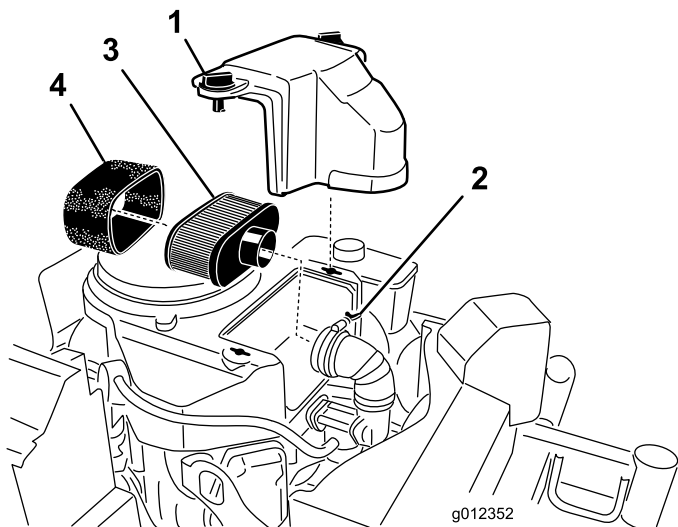

Figura 24
3. Pulite intorno al filtro dell'aria per evitare che la morchia possa penetrare nel motore provocando gravi danni (Figura 24).
4. Svitare le manopole del coperchio e toglie il coperchio del filtro dell'aria (Figura 24).
5. Allentate la fascetta stringitubo e toglie il gruppo del filtro dell'aria (Figura 24).
6. Togliere con cautela l'elemento in schiuma sintetica dall'elemento di carta (Figura 24).
1. Non pulite il filtro di carta. Sostituitelo (Figura 24).
1. Infilate con cautela l'elemento in schiuma sintetica sopra l'elemento di carta del filtro dell'aria (Figura 24).
2. Montate il filtro dell'aria completo sulla relativa base, e fissatelo con i 2 dadi ad alette (Figura 24).
3. Montate il coperchio del filtro dell'aria e serrate la manopola del coperchio (Figura 24).